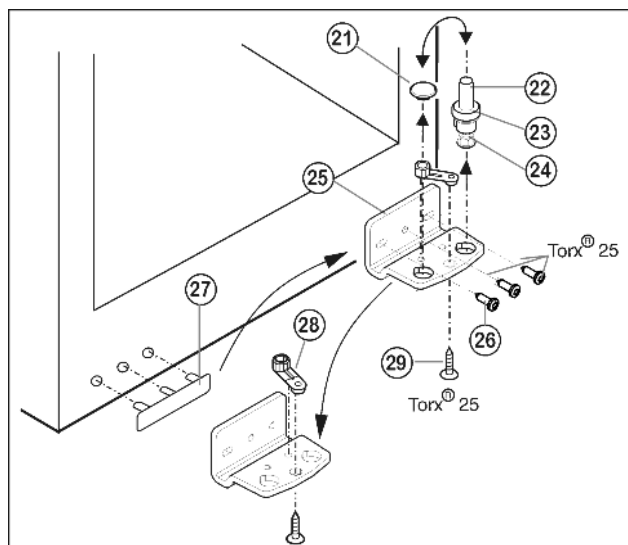

Fig. 12
- ▶ Извлеките опорный винт Fig. 12 (22) в комплекте с шайбой Fig. 12 (23) и регулируемой опорой Fig. 12 (24), вытягивая его вверх.
- ▶ Снимите пробку Fig. 12 (21).
- ▶ Открутите Fig. 12 (25) опорный кронштейн Fig. 12 (26).
- ▶ Открутите Fig. 12 (29) опорную деталь Fig. 12 (28) и, переставив в отверстие на противоположной стороне опорного кронштейна, снова прикрутите.
- ▶ Осторожно снимите и переставьте на противоположную сторону крышку со стороны ручки Fig. 12 (27).
- ▶ Снова прикрутите опорный кронштейн Fig. 12 (25) на новой стороне шарнира (с моментом 4 Нм). При необходимости используйте аккумуляторный шурупверт.
- ▶ Переставьте пробку Fig. 12 (21) в свободное отверстие.
- ▶ Вновь установите опорный винт Fig. 12 (22) в комплекте с шайбой и регулируемой опорой. При этом следить за тем, чтобы выступ фиксатора был направлен назад.
- ▶ Установите нижнюю дверцу сверху на нижний опорный винт Fig. 12 (22).